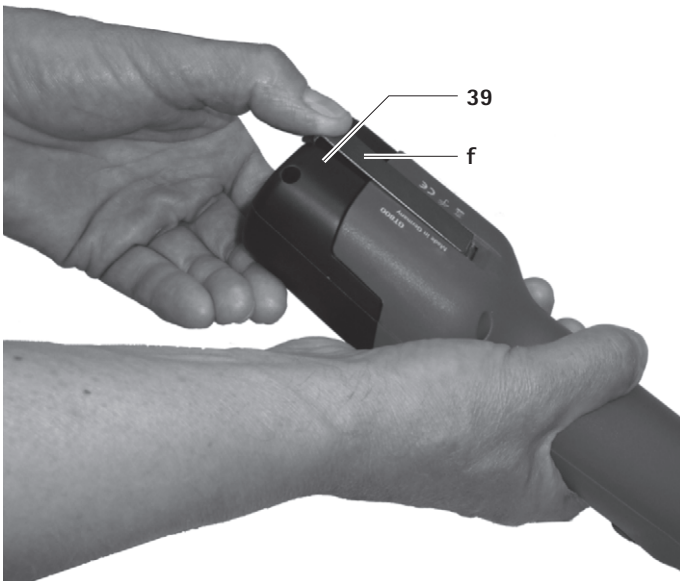

Abb. 3
- Li-Ionen-Akku **39** mit Akkuverriegelung **f** sichern, siehe Abb. 3.